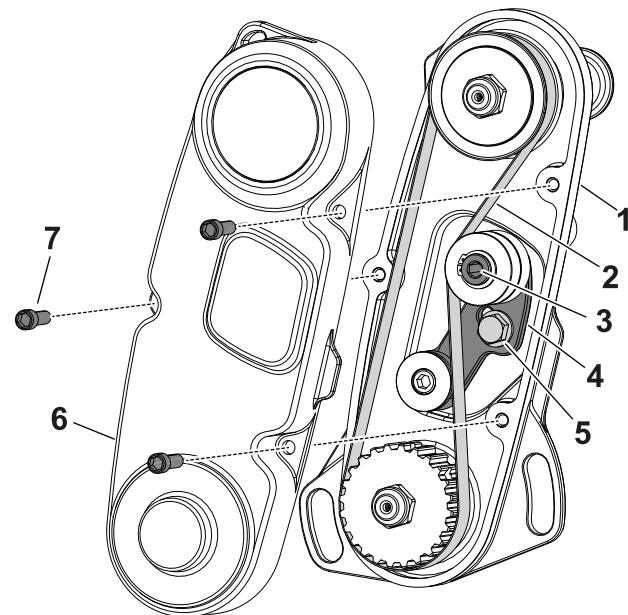

Рисунок 15
- Снимите кожух ремня, чтобы открыть доступ к ремню (Рисунок 15).
- Ослабьте болт рычага натяжного шкива и поверните рычаг натяжного шкива (Рисунок 15), чтобы ослабить натяжение ремня.
- Снимите ремень (Рисунок 15).
- Установите ремень и затяните его, приложив крутящий момент от 4 до 5 Н·м к внутреннему шестиграннику рычага натяжного шкива, показанного на Рисунок 15.